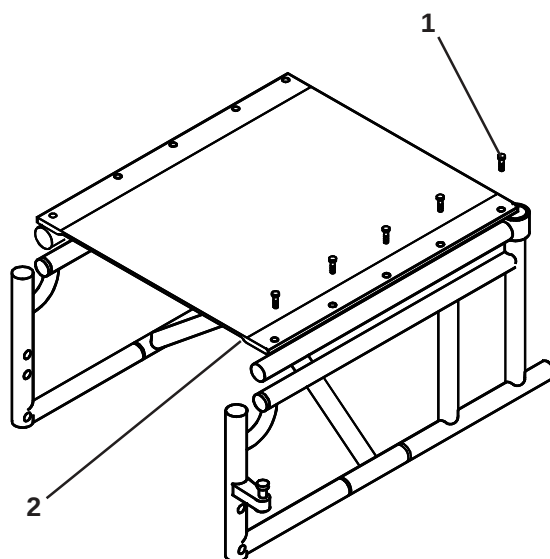

Fig. 51
De zitbekleding kan opnieuw afgesteld worden door middel van de Velcro® klittenbandstrips aan de onderzijde van de zitting. Verwijder de kruiskop schroeven (1) die de linkerzijde van de zitbekleding vasthouden met een kruiskop schroevendraaier. Stel de klittenbandstrips af op de gewenste spanning en monteer de kruiskop schroeven weer. Draai de kruiskop schroeven vast op een aanhaalmoment van 5-8 Nm (Fig. 51).